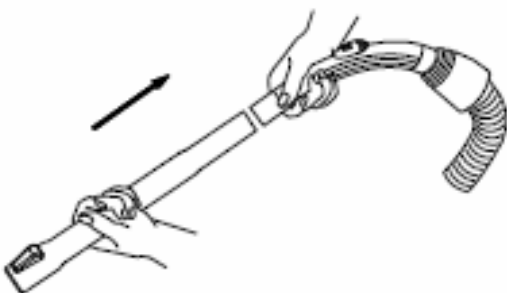

Fig. 2
- **Introduceți vârful de prindere a furtunului în partea fixă a tubului telescopic. (Fig. 2)**